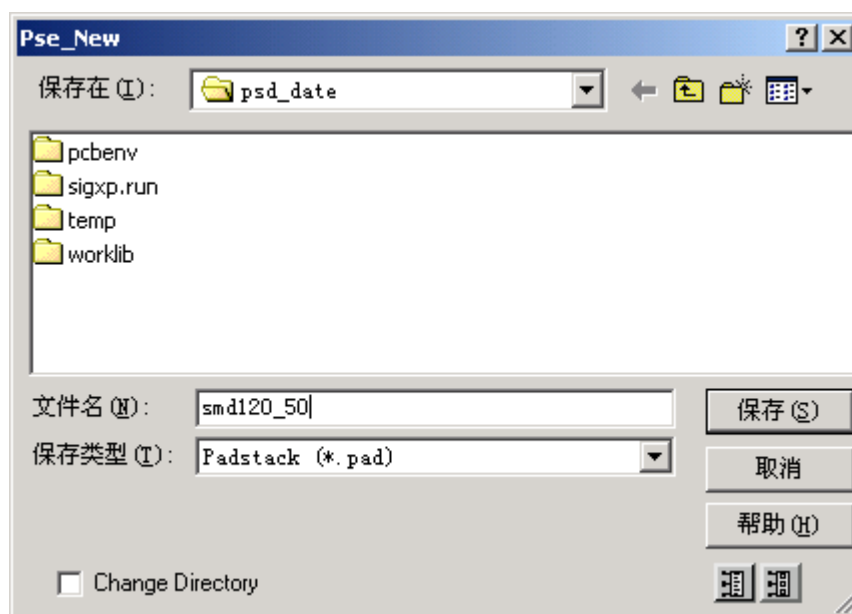

图 6-8 [Pse_New]对话框
- 2) File---New 命令系统弹出[Pse_New]对话框，在文件栏中输入“smd120_50”，具体命名规则见第 4 章，如图 6-8 所示，单击保存按钮，关闭对话框。